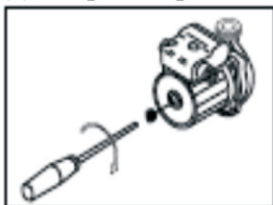

Рис. 2-5
4. При продолжительном простое водонагревателя (рис. 2-5) до начала его использования необходимо производить проверку передаточного [трансмиссионного] вала схемы водяного насоса.